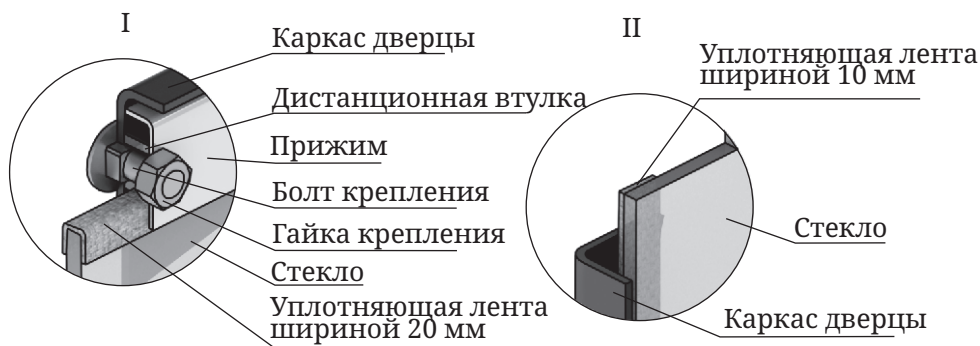

Рисунок 11. Крепление светорозрачного экрана дверцы модификации «Витра»
лента шириной 20 мм наклеивается сверху и снизу стекла «П»-образно (рисунок 11.И), лента шириной 10 мм наклеивается вертикально, вдоль боковых сторон стекла (рисунок 11.ИИ).
4. Вставить стекло в упор, при этом лента наклеенная с боковых сторон (вертикальная) должна быть зажата между стеклом и каркасом дверцы (рисунок 11.ИИ).
*Внимание! Гайки крепящие прижим накручиваются на болты крепления через дистанционные втулки (рисунок 11.И).*